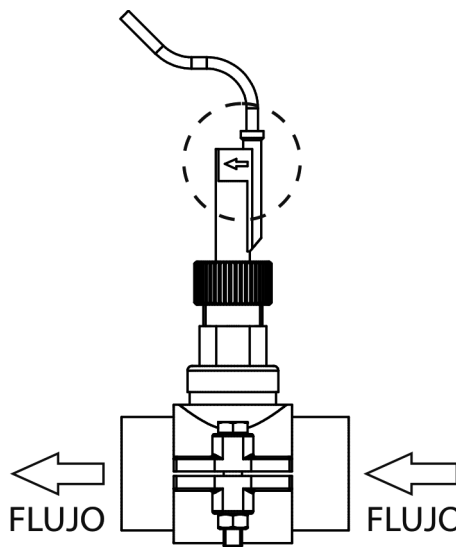

Fig. 11a
3. Existe una flecha marcada en la cabeza del detector de flujo. Asegúrese que la flecha está paralela al eje de la tubería y apunta a la dirección del flujo de agua (Fig. 11a).